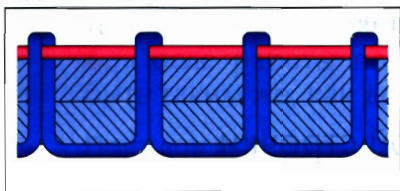

Рис. 29. Петляние сверху
*Петляние сверху* — нижняя нитка образует на поверхности ткани петли, а верхняя нитка туго натянута (рис. 29).